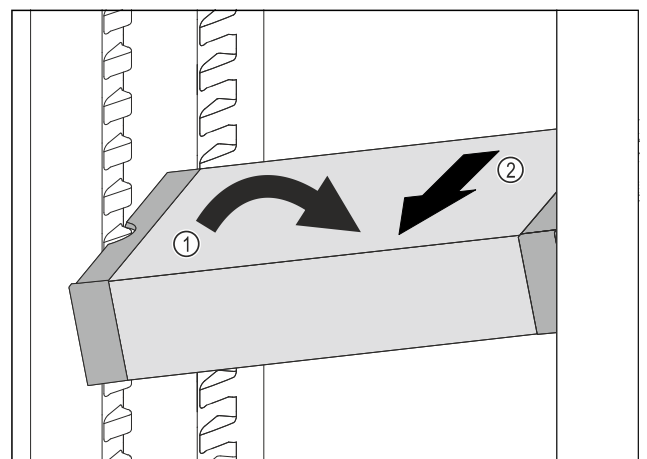

Fig. 64
- ▶ Poziționați oblic VarioSafe în frigider. *Fig. 64 (1)*
- ▶ Extrageți VarioSafe spre înainte. *Fig. 64 (2)*